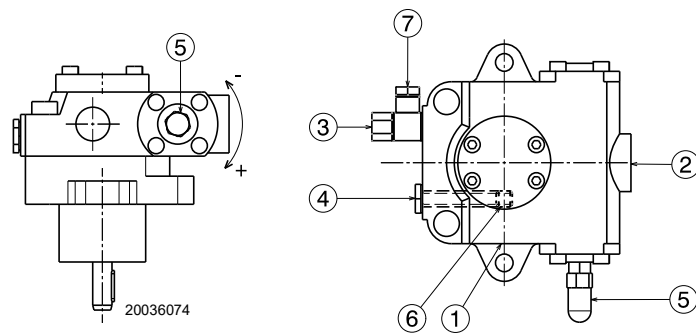

Fig. 26
- Pour que l'auto-amorçage se produise, la vis 3)(Fig. 26) de la pompe doit être desserrée afin de purger l'air contenu dans la conduite d'aspiration.
Légende (Fig. 26)